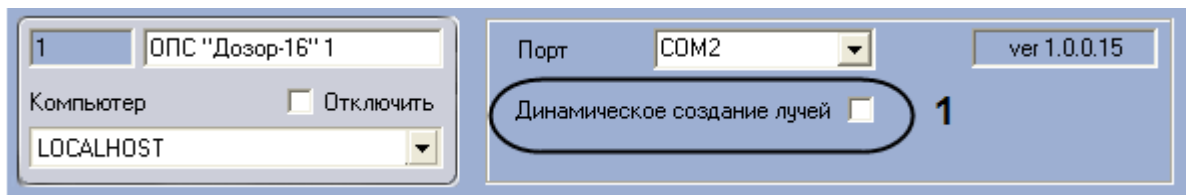

Рис. 3.3—1. Динамическое создание лучей
1. Перейти на панель настроек объекта **ОПС Дозор-16** (Рис. 3.3—1)
2. установить флажок **Динамическое создание лучей** (Рис. 3.3—1, 1)